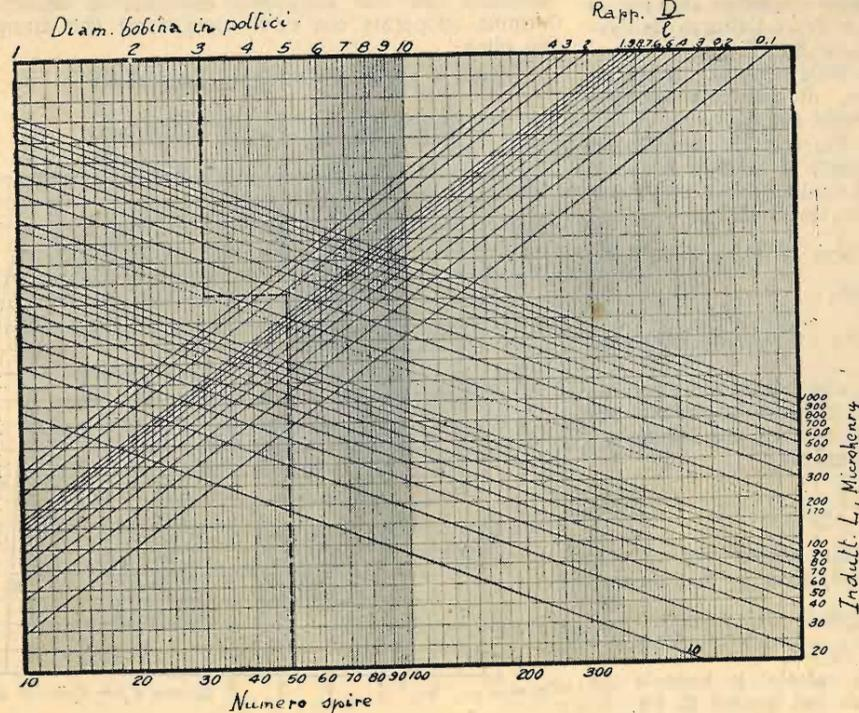

Fig. 5.
Per rendere più spedito il calcolo, la formula (2) ora accennata è stata tradotta nel grafico di fig. 5, dal quale è possibile quindi ricavare immediatamente
Avuto questo valore, si passa al grafico di fig. 5 e si determina per prima cosa il punto d'intersezione della linea dell'induttanza (170) con quella del diametro  $D$  (3 pollici - linea punteggiata diagonale).